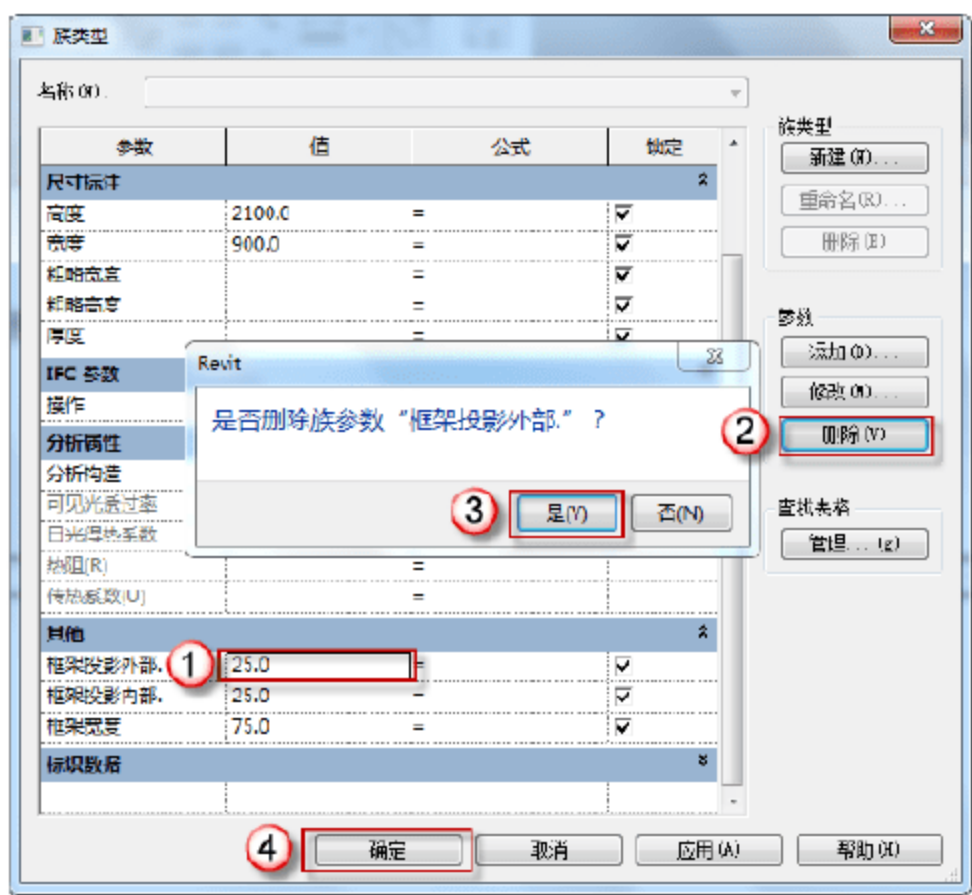

图 6.1.6 删除多余参数
(5) 删除多余参数。继续在“族类型”对话框中，单击“其他”栏下的“框架投影外部”参数，单击对话框右侧“参数”下的“删除”按钮，在弹出的对话框中单击“是”按钮。重复上述步骤，将“框架投影内部”和“框架宽度”两个无效参数删除。最后单击“确定”按钮，结束“族类型”编辑，如图 6.1.6 所示。